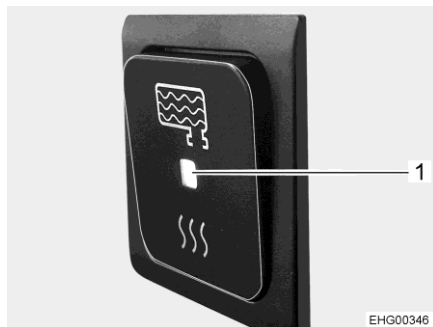

Fig. 66 Interruttore acceso/spento, inserito
Se è inserito l'interruttore acceso/spento del comando (Fig. 66), il riscaldamento del serbatoio delle acque grigie si accende automaticamente, non appena la temperatura esterna scende sotto i 0 °C. Il serbatoio delle acque grigie viene così protetto dal gelo.
- Premere in basso l'interruttore acceso/spento. L'indicatore LED (Fig. 66,1) si accende.
- Premere in alto l'interruttore acceso/spento. L'indicatore LED (Fig. 66,1) si spegne.